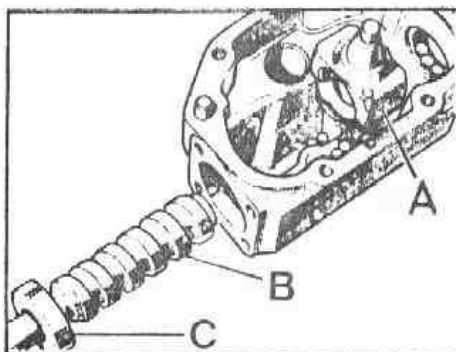

Fig. G-36 Barra de la dirección
- 1.5. Girar la barra de la dirección lo que sea necesario para que la tuerca de bolas circulante, A (Fig. G-36) quede situada en el punto medio del eje sinfín, B. Seguidamente, haciendo uso del mazo se golpeará suavemente la caja de engranajes para separarla de la barra de la dirección lo suficiente para poder retirar el rodamiento de bolas superior, C, teniendo cuidado de no perder ninguna de las bolas que puedan salirse de los cojinetes.